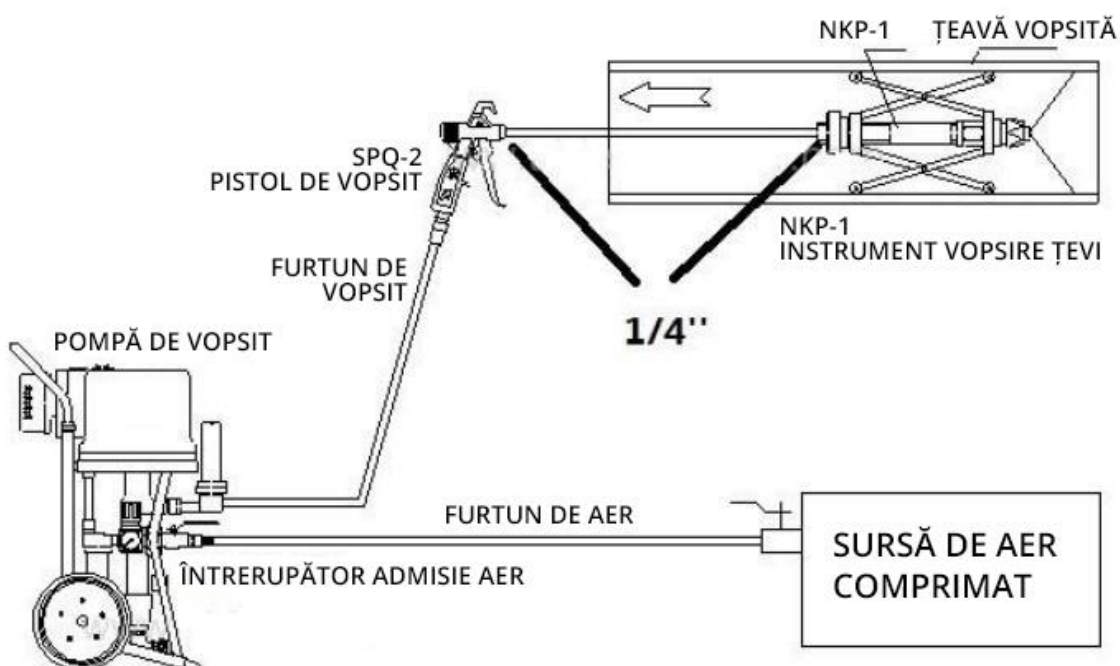

Fig. 2
1. Potrivii duza de vopsire la interior cu o pompă de vopsit fără aer. În ceea ce privește metoda de instalare, vă rugăm să consultați Fig. 2.